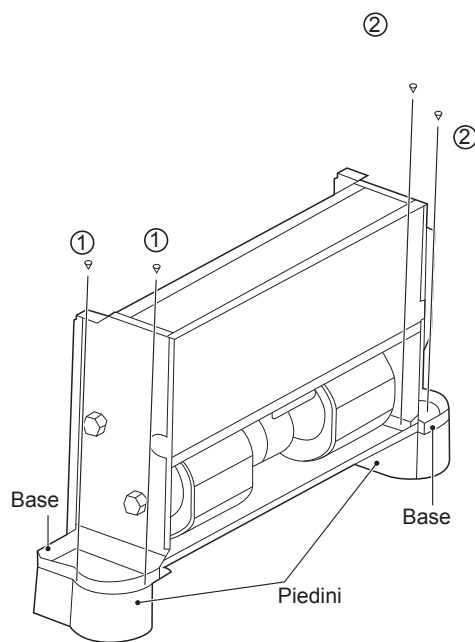

Figura 5-3
I piedini illustrati in Figura 5-3 sono opzionali e sono acquistabili separatamente. Per installarli, procedere come segue:
2. Posizionare i fori di montaggio sulla base dell'unità in modo che combacino con lo spillo di posizionamento del piedino e inserire le viti ①*2 e ②*2 per fissare i piedini come illustrato in Figura 5-3.